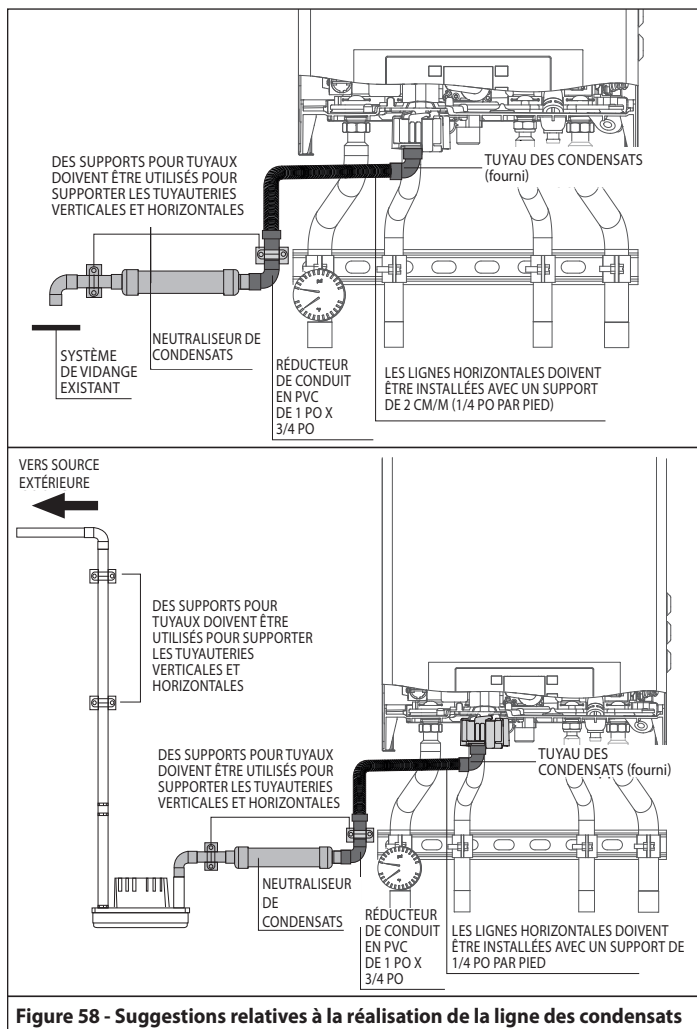

Figure 58 - Suggestions relatives à la réalisation de la ligne des condensats
6. Les réglementations locales en matière de construction peuvent exiger l'installation d'un neutraliseur dans la ligne (non fourni) pour traiter les condensats. Voir Figure 58. Si les autorités locales l'exigent, un filtre de condensats pour les cristaux de chaux, marbre ou copeaux de phosphate neutralisera les condensats légèrement acides. Suivez toutes les consignes d'installation fournies avec le neutraliseur. En cas d'installation d'un neutraliseur, remplacez régulièrement les granulés (ou l'agent neutralisant). Le taux d'usure des granulés varie selon l'utilisation de la chaudière. Au cours de la première année d'utilisation de la chaudière, vérifiez l'usure du neutraliseur à quelques mois d'intervalle.